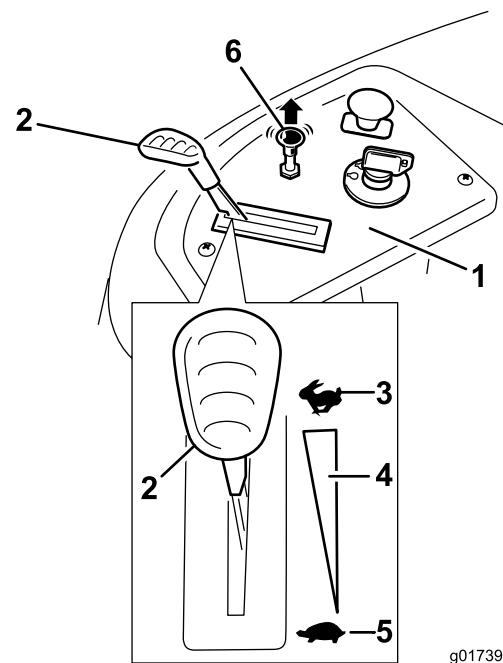

Figura 12
2. Mueva la palanca del acelerador a la posición de Rápido (Figura 12).